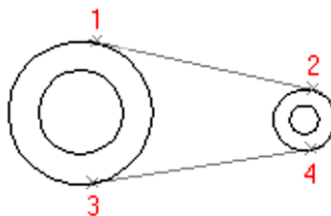

Рисунок 2
3. Укажите левую окружность большего диаметра в точке 1 (см.Рисунок 2). Появится запрос «Ребро 2?».
5. Укажите левую окружность большего диаметра в точке 3 (см. Рисунок 2). Появится запрос «Ребро 2?».